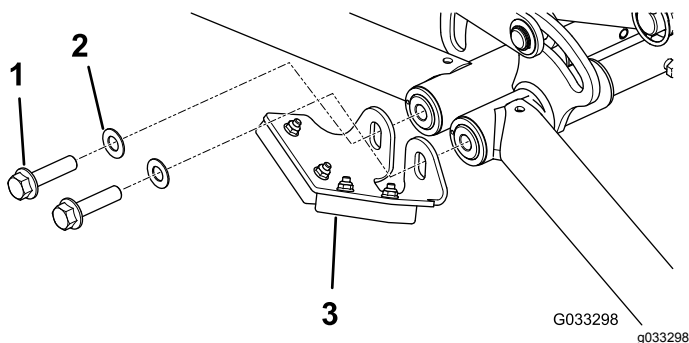

Figure 21
4. Fixez légèrement la butée avant et les rondelles, comme montré à la Figure 21.